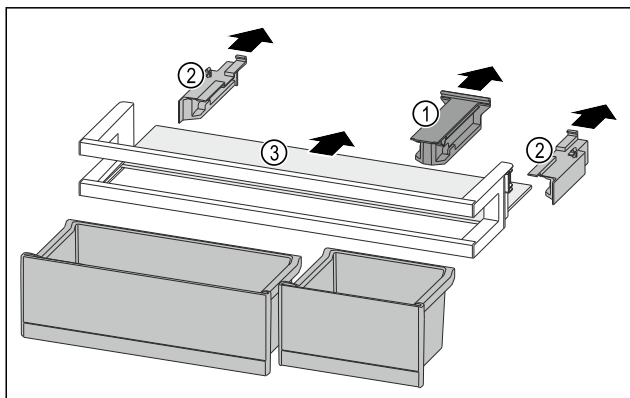

Fig. 146
- ▶ Витягніть кріпильний елемент Fig. 146 (1).
- ▶ Витягніть бічні елементи Fig. 146 (2).
- ▶ Дістаньте полицю Fig. 146 (3).